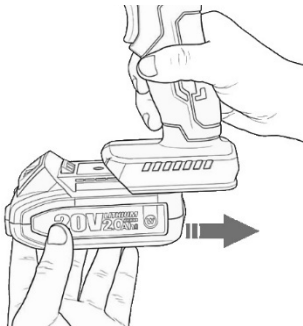
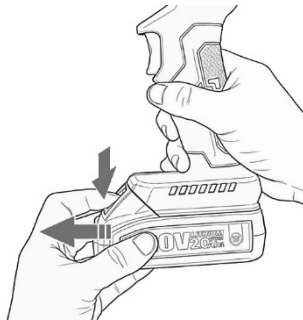

Рисунок 2
Рисунок 3
2.3.2 Виріб оснащений роз'ємом слайдерного типу для встановлення акумуляторної батареї (7). Тому достатньо прикласти батарею до напрямних роз'єму та посунути її до упору для надійного контакту клем (дивіться рисунок 2). Про надійність фіксації свідчитиме характерне клацання кнопки розблокування (8). Для зняття батареї слід натиснути кнопку розблокування (8) та одночасно витягнути її з напрямних роз'єму (дивіться рисунок 3).